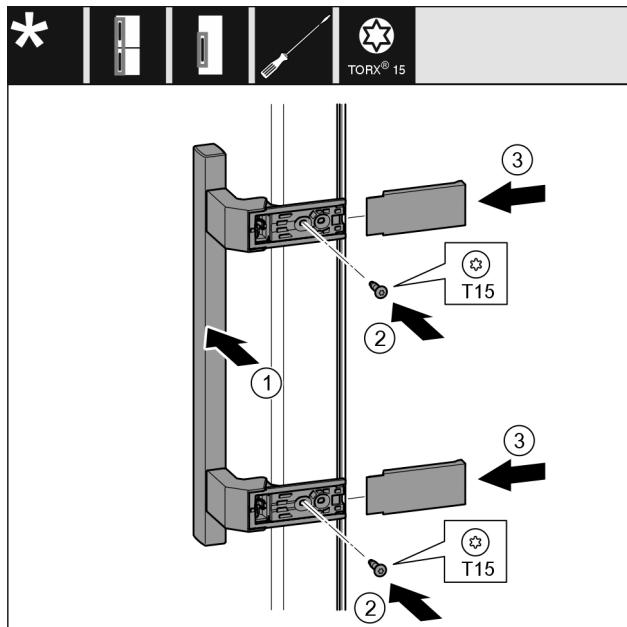

Fig. 20
- ▶ 将把手 Fig. 20 (1)放到反面。
- ▶ 将螺钉 Fig. 20 (2)用螺丝刀拧紧。
- ▶ 将盖板 Fig. 20 (3)放置到侧面并插入。